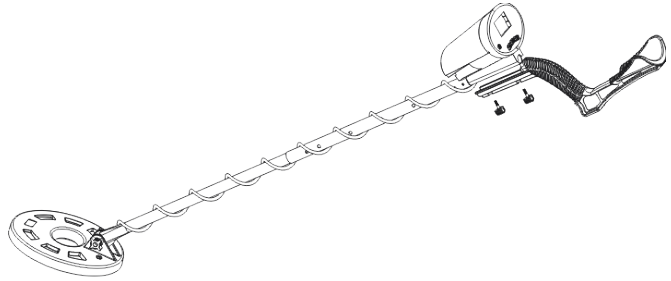

Abb. 1
1. Lockern Sie die dreieckigen Druckknöpfe unter dem Bedienfeld, fügen Sie die Halterung ein und ziehen Sie die dreieckigen Druckknöpfe fest (siehe Abbildung 1).